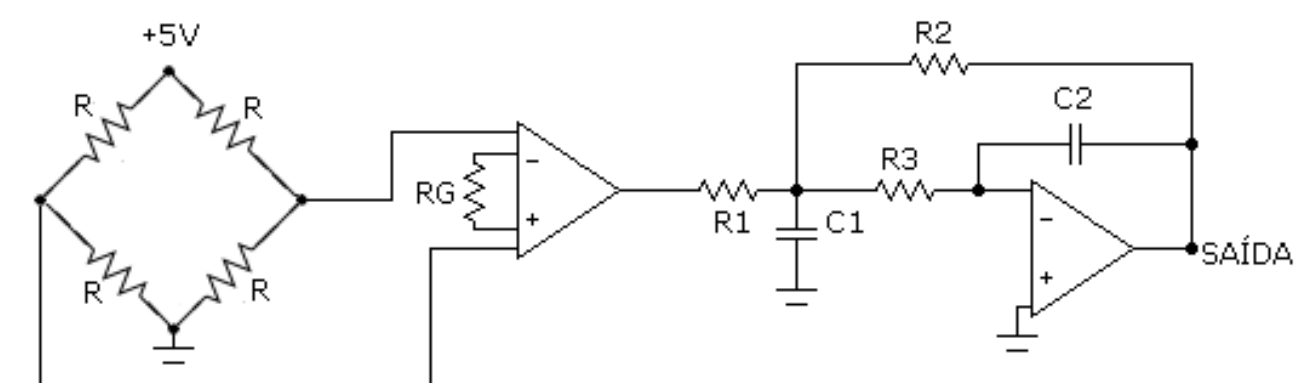

Figura 3: Circuito utilizado para a instrumentação da célula de carga.
**Método:** Para fazer a instrumentação da célula de carga foi utilizado um amplificador de instrumentação INA-125, que possui uma tensão de referência constante, que foi utilizada para alimentar a ponte de Wheatstone, um filtro passa-baixas com frequência de corte de 10 Hz, já que se deseja medir em estado estacionário e a alimentação feita por baterias para evita ruído da rede. O esquema do circuito está mostrado na figura 3.